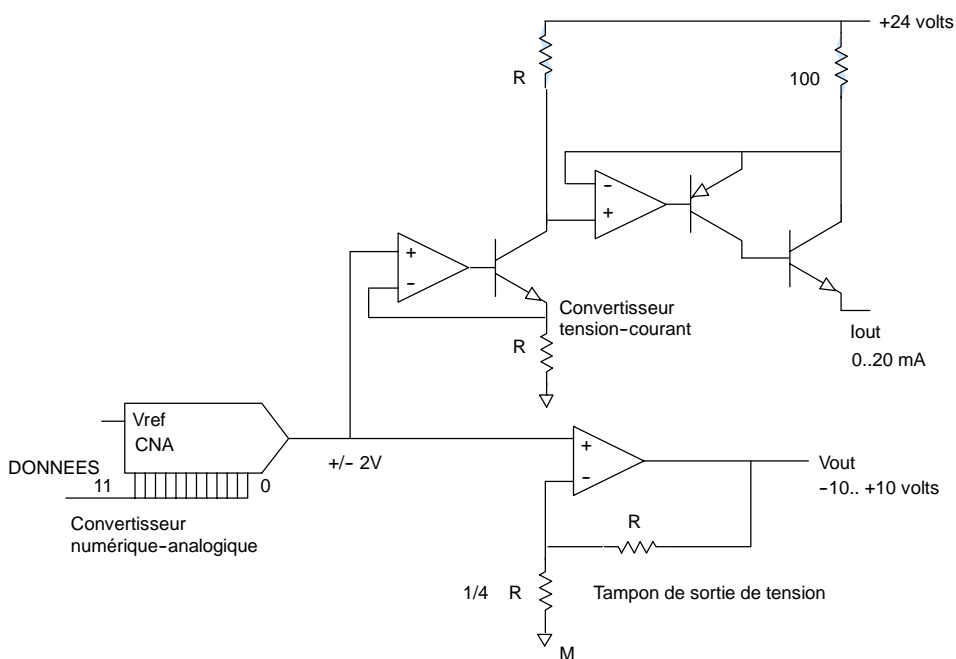

Figure A-21 Schéma fonctionnel des sorties pour l'EM 232 et l'EM 235
- Court-circuitez les entrées pour toute voie inutilisée, comme illustré à la figure A-21.